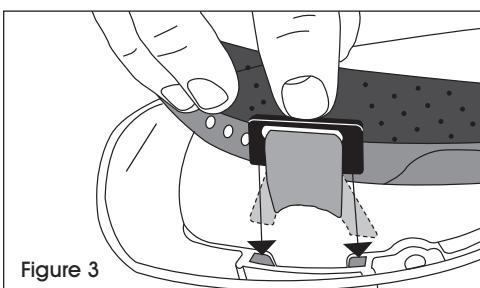

Figure 3
4. Faites glisser la patte d'attache dans la fente, puis poussez la patte complètement dans cette dernière. (Voir Figures 3 et 4) Répétez l'opération pour les trois autres pattes d'attache.